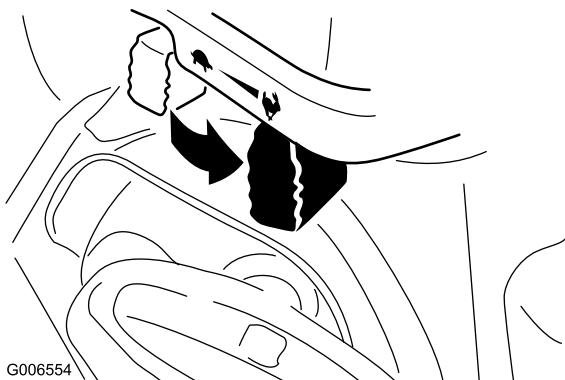

Figure 29
6. Placez la manette d'accélérateur en position haut régime (Figure 29).